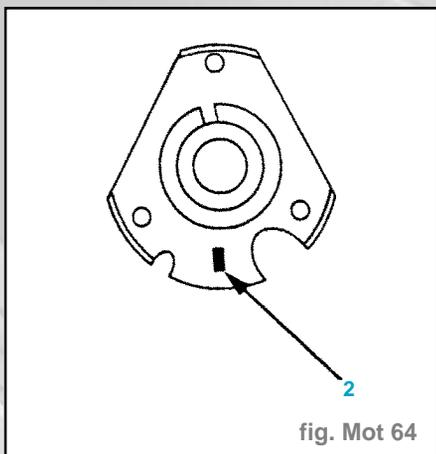

fig. Mot 64
- Contrôler la conformité des moyeux (fig. Mot. 64).